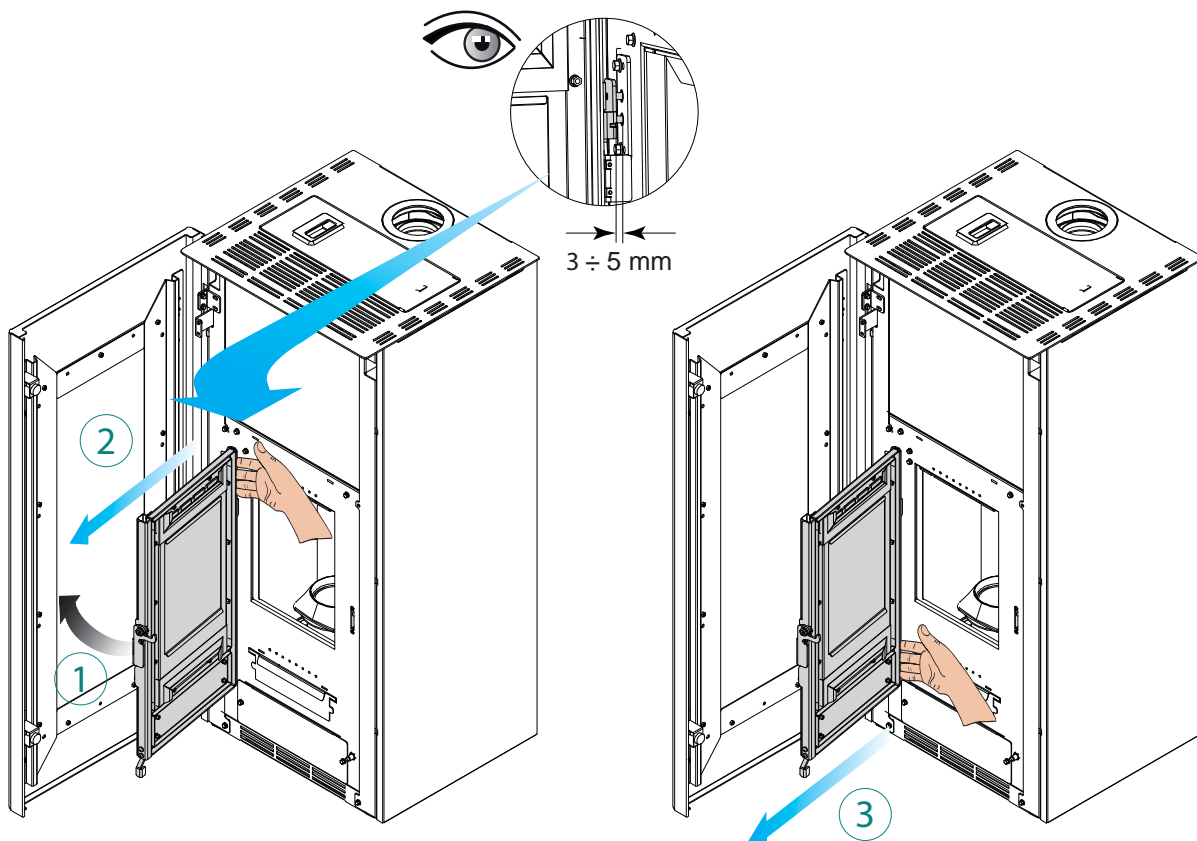

fig. 6.1
- Vérifier le fonctionnement correct des charnières molles porte comme de Fig. 6.1